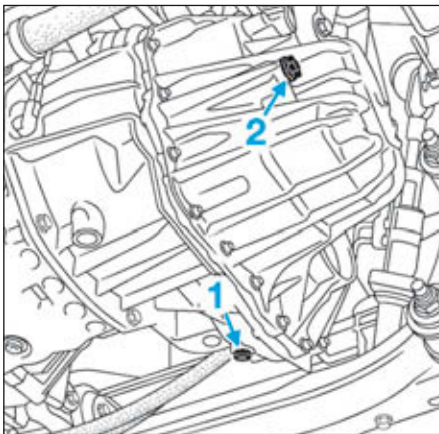

FIG.1
- Déposer le bouchon de vidange (1) (Fig.1) puis laisser s'écouler l'huile.
- Reposer le bouchon de vidange (1) avec un joint neuf.
- Déposer le bouchon de remplissage (2) (Fig.1).